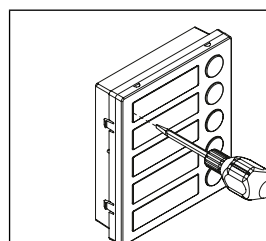

Fig. 4
- Inserire il cacciavite (lato piatto della lama) nell'apposita fessura del porta cartellino come mostrato in Fig. 4;